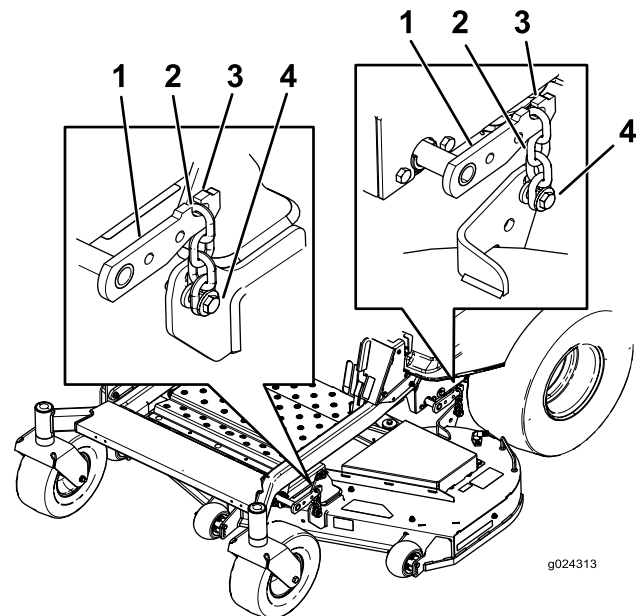

Bild 74
- Entfernen Sie die Ketten von den Haken an den Mähwerkhubarmen (Bild 74).
6. Heben Sie das Heck des Mähwerks an und befestigen Sie die Ketten an den Mähwerkhubarmen (Bild 74).
7. Befestigen Sie die vorderen Ketten an den vorderen Hubarmen (Bild 74).